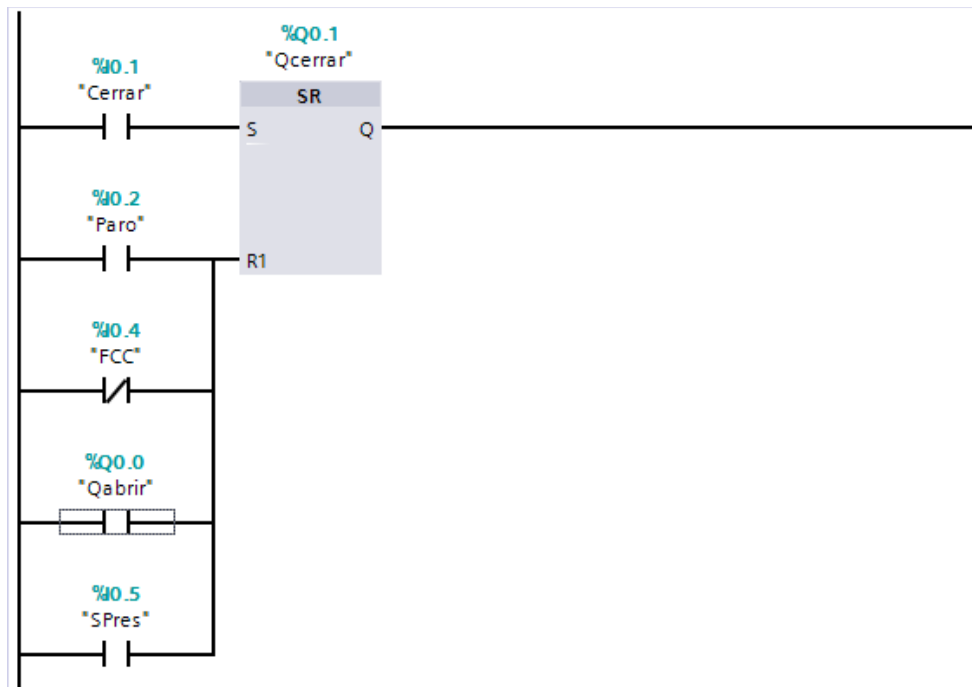

Figura 33. Segmento 2 con instrucción SR.
- Cree el segmento 2 como se muestra en la Figura 33.